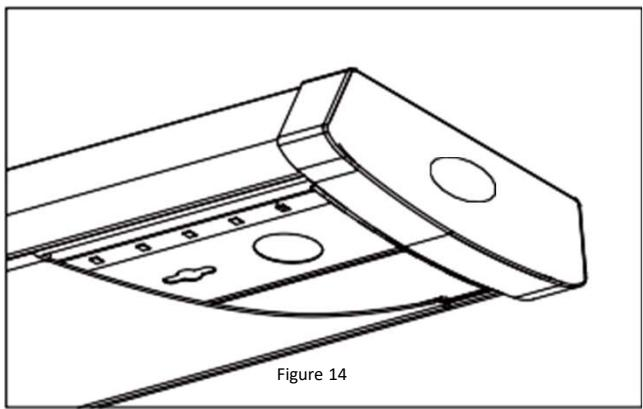

Figure 14
10. Install the diffuser (B)- starting at one end of fixture base (A), insert diffuser slot onto edge of luminaire housing. Carefully squeeze diffuser to engage opposite side with luminaire housing. Continue this action down length of diffuser until fully installed onto fixture base. **See Figure 14.**
10. *Installez le diffuseur (B) : en commençant à une extrémité de la base du luminaire (A), insérez la fente du diffuseur sur le rebord du boîtier du luminaire. Pressez soigneusement le diffuseur pour insérer le côté opposé dans le boîtier du luminaire. Continuez à presser toute la longueur du diffuseur jusqu'à ce qu'il soit complètement installé sur la base du luminaire. Reportez-vous à la Figure 14.*